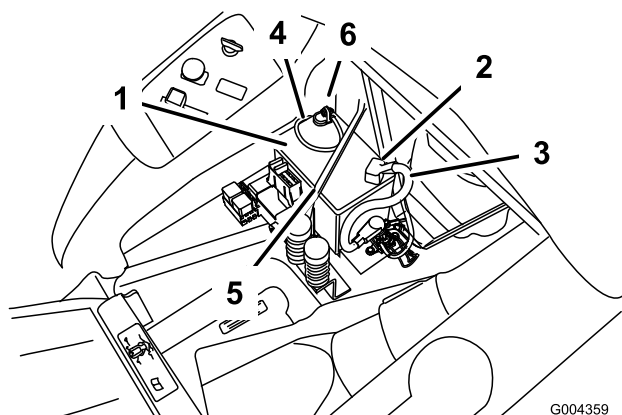

Figure 42
4. Débranchez le câble négatif (noir) de mise à la masse de la borne de la batterie (Figure 42).
- Repoussez le capuchon en caoutchouc sur le câble positif (rouge). Débranchez le câble positif (rouge) de la borne de la batterie (Figure 42).
- Enlevez la sangle de maintien de la batterie (Figure 42) et ôtez la batterie de son support.
1. Placez la batterie sur son support, les bornes à l'opposé du panneau de commande (Figure 42).
4. Fixez les câbles à l'aide de 2 boulons (1/4 x 3/4 pouce), 2 rondelles (1/4 pouce) et 2 écrous (1/4 pouce) (Figure 42).
6. Fixez la batterie en place à l'aide de la sangle de maintien (Figure 42).